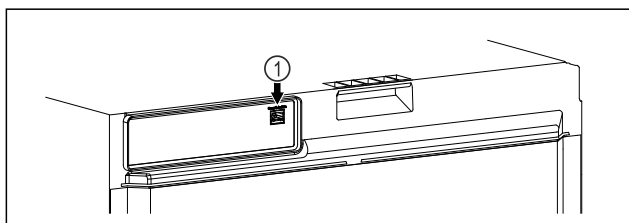

Fig. 111
- SmartModule Fig. 111 (1) встановлено.